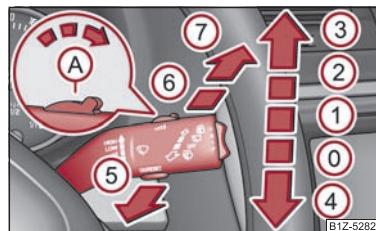

Fig. 43 Maneta de acționare a ștergătoarelor de parbriz
Maneta de acționare a ștergătoarelor ⇒ fig. 43 are următoarele poziții:
- Când ștergătoarele funcționează încet ② sau rapid ③ ⇒ pagina 46, fig. 43 și viteza de deplasare se reduce sub 4 km/h, se va comuta automat pe o treaptă imediat inferioară. La creșterea vitezei peste 8 km/h se va relua ștergerea existentă anterior.
- Apăsăți apoi în interval de 20 secunde maneta ștergătoarelor în poziția ④ ⇒ pagina 46, fig. 43 - brațele ștergătoarelor adoptă poziția de service.